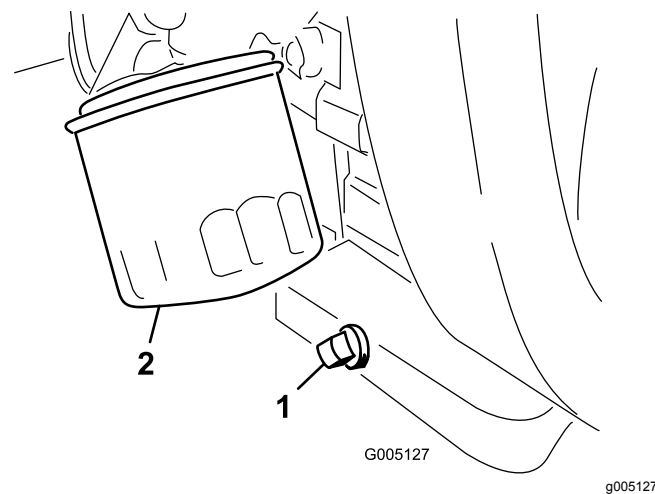

Figure 31
2. Nettoyez le filetage du bouchon de vidange, enduisez-le de produit d'étanchéité au PTFE et remettez le bouchon en place (Figure 31).
3. Déposez le filtre à huile (Figure 31).
1. Retirez le bouchon de vidange (Figure 31) et laissez couler l'huile dans un bac de vidange.